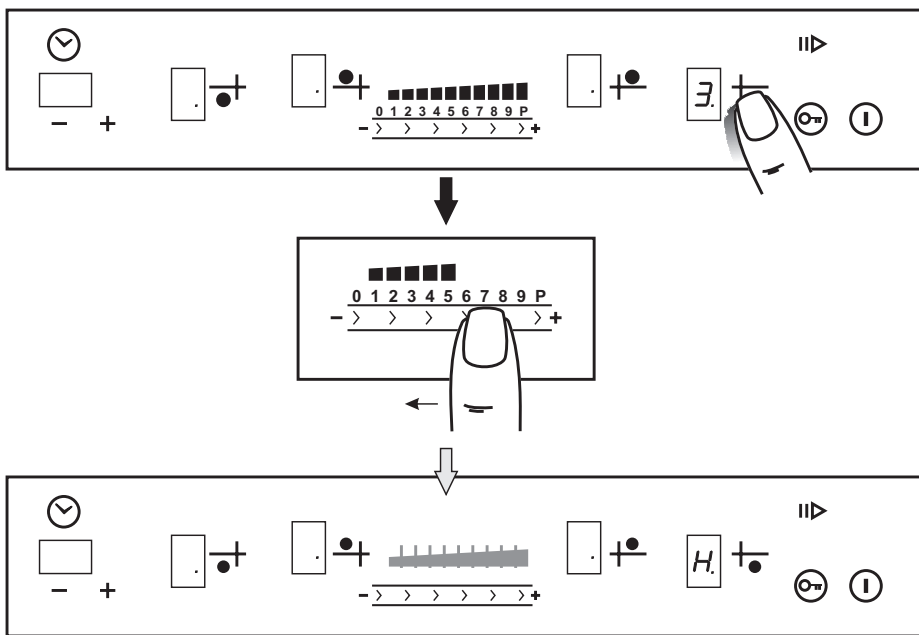

Рис.6
1. Работающую конфорку перевести касанием зоны ② в режим управления (рис. 6).
2. Перемещая палец по поверхности ④, установить в окне индикации значение «0» - конфорка отключится. В окне ③ будет светиться буква «Н», указывающая, что конфорка еще горячая.